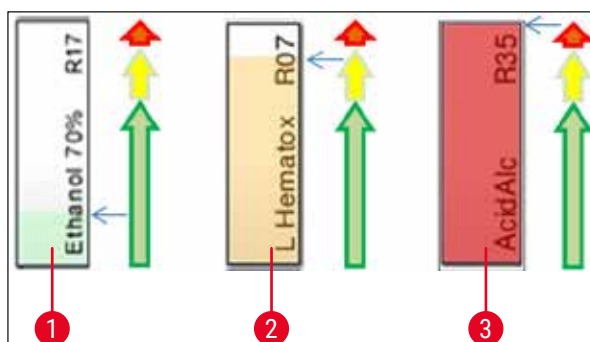

Fig. 70
- Bakgrunnsfarge (→ "Fig. 70")
- Bakgrunnsfargen viser forbruksstatusen for reagensen (→ "Fig. 70"). Etterhvert som reagensen forbrukes, stiger fargestolpen fra bunnen til toppen og endrer farge i samsvar med forbruksstatusen.